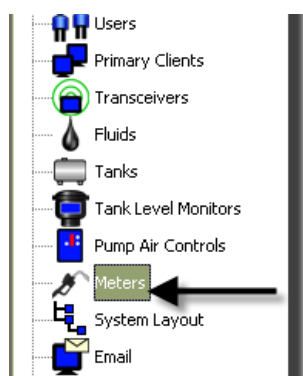

FIG. 118
1. Pour afficher l'écran principal de configuration des compteurs, sélectionnez **"Meters"** (Compteurs) dans la liste du panneau du système Matrix (FIG. 118).